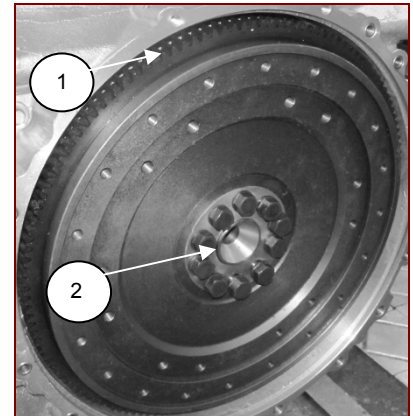

Рис. 3.3 – Снятие зубчатого венца и втулки
1. Спрессовать зубчатый венец маховика (1);
2. Выпрессовать втулку (2) (рис. 3.3).